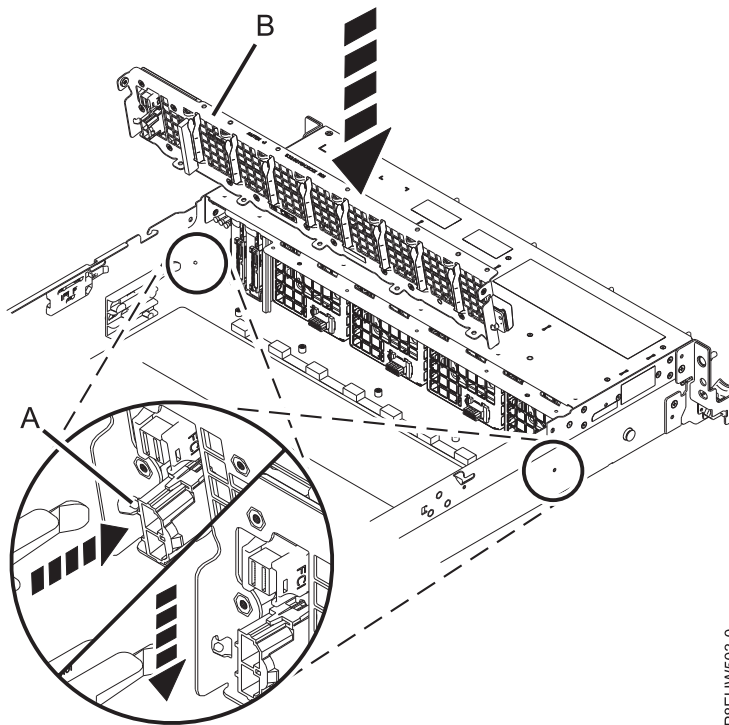

Figure 51. Insertion de la carte des ventilateurs et des unités de disque
3. A l'aide des broches d'alignement (présentes de chaque côté) (A) de la carte des ventilateurs et des unités de disque (B), abaissez et faites pivoter la carte afin de la mettre en place. Voir figure 51.